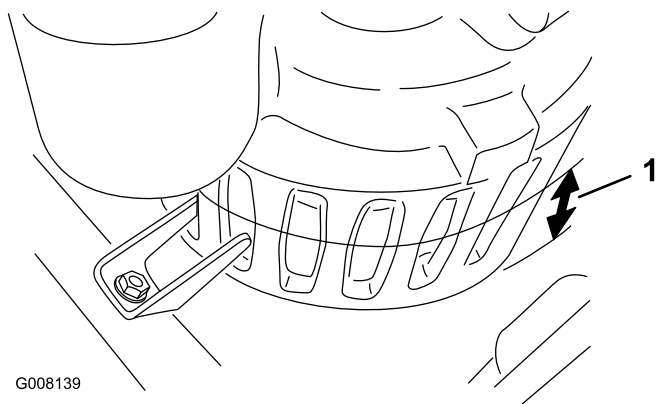

図 8
1. バンカーの一番低い場所で、水の深さを測る。水深が6.35 cm（ポンプのスロットの半分の高さ）以下である場合には、縦横各30 cm、深さ 5～7.5 cm の穴を掘って、この穴の中にポンプをセットする（図 8）。